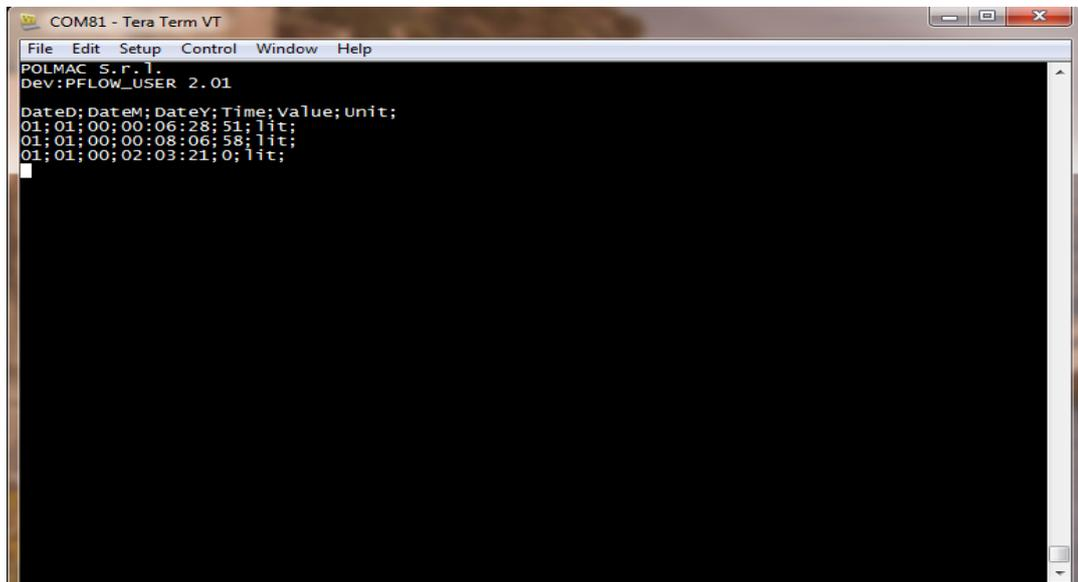

Fig6: Exemple Telechargement données du PROFLOW
- On est à ce point prêts pour télécharger les données dans le file "PROFLOW.csv". Presser la touche [6] sur le clavier du Pro Flow. Dans la fenêtre principale apparaissent une série de renseignements, concernant les distributions transmises du dispositif (fig.6) .